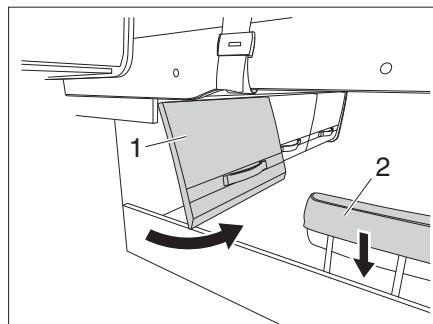

Fig. 162 Sportello del vano di stivaggio e poggiapiede
- Aprire lo sportello del vano di stivaggio (Fig. 162,1).
- Abbassare il poggiapiede (Fig. 162,2).